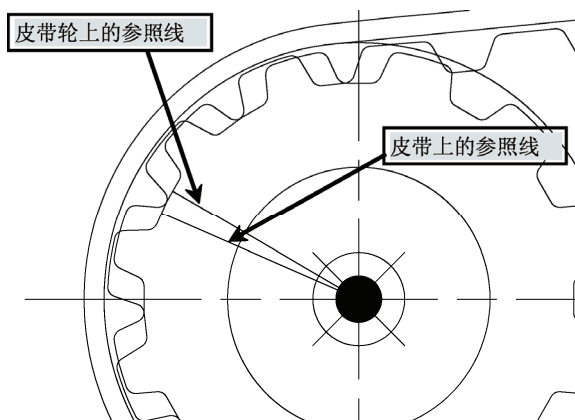

图 12-25 绘制参照线
6) 在没有对应的皮带轮上绘制两条参照线(皮带轮上齿槽凹处中点到圆心的直线和皮带齿上凸出位置中点到圆心的直线,或者反过来),如图 12-25 所示。